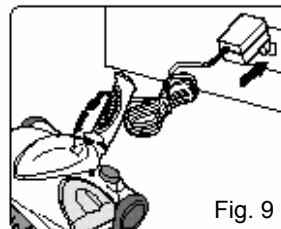

Fig. 9
- 1a. Enchufar el conector de salida del adaptador/cargador en el enchufe cargador en la parte posterior del barredor. Enchufar el adaptador/cargador a un tomacorriente de 120VCA, 60 Hz en la pared. Usar sólo el adaptador/cargador Techworld AD-0920-UL con potencia de salida de 9 VCD, 200 mA. (Fig. 9)